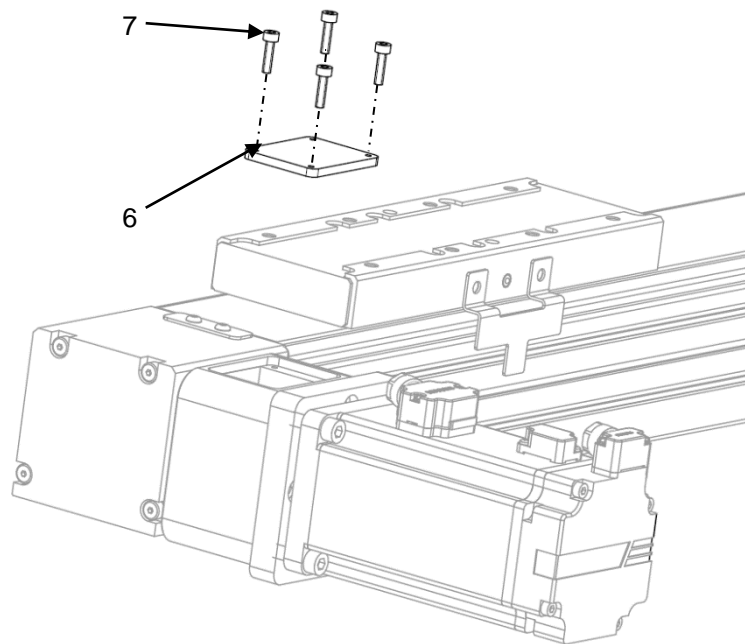

Рисунок 8 –Установка крышки монтажного комплекта
- 6) Установить крышку монтажного комплекта (поз. 6), закрепить винтами (поз. 7) (см. рисунок 8).